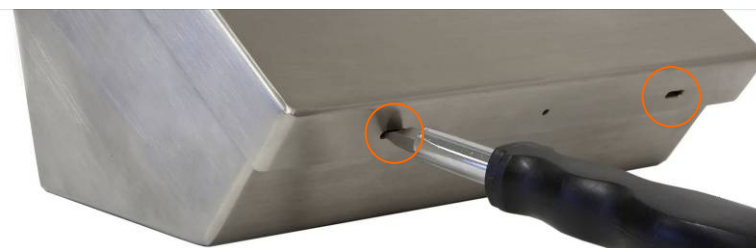
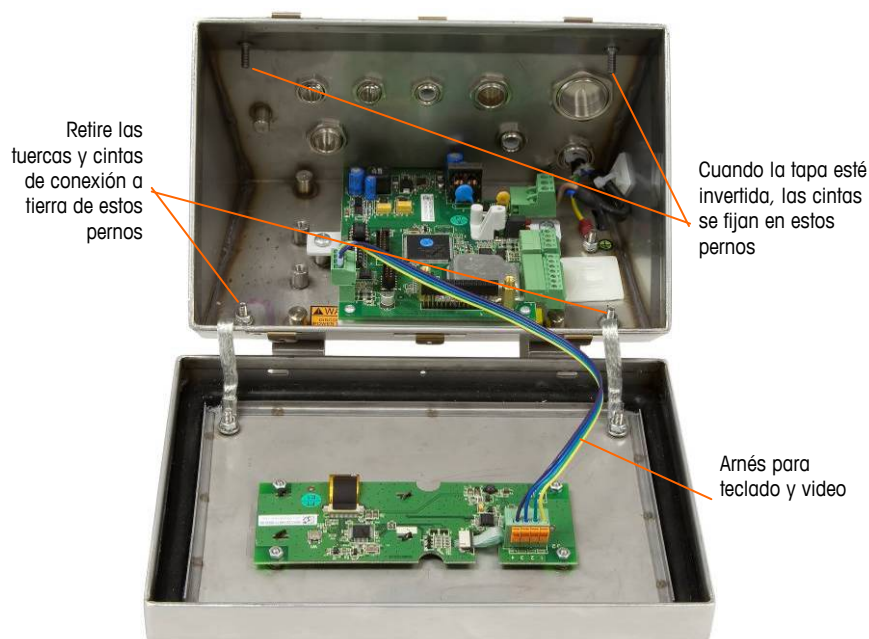

Figura 2-4: Apertura del gabinete de la IND331 para ambientes adversos
Figura 2-21: Para aflojar las cintas de conexión a tierra
Utilice un destornillador de punta plana para abrir el gabinete para ambientes adversos. Presione el destornillador dentro de cada una de las dos ranuras de la tapa (indicadas en la Figura 2-4) para comprimir el sujetador de resorte hasta que la tapa se desprenda. Cuando ambas esquinas estén sueltas, presione la tapa hacia arriba hasta que sobresalga del borde frontal de la caja. Después presione hacia atrás hasta que se desprenda de los dos sujetadores de resorte restantes. Levante con cuidado el gabinete y hágalo girar hacia adelante. La tapa está fija en el gabinete mediante dos cables de alivio de tensión y conexión a tierra, y está conectada a la tarjeta principal mediante el arnés de video y teclado (vea la Figura 2-21).
- b. Afloje y quite las dos tuercas que fijan las cintas de conexión a tierra (que también funcionan como bisagras para la tapa frontal) con la caja posterior. Vea la Figura 2-21.